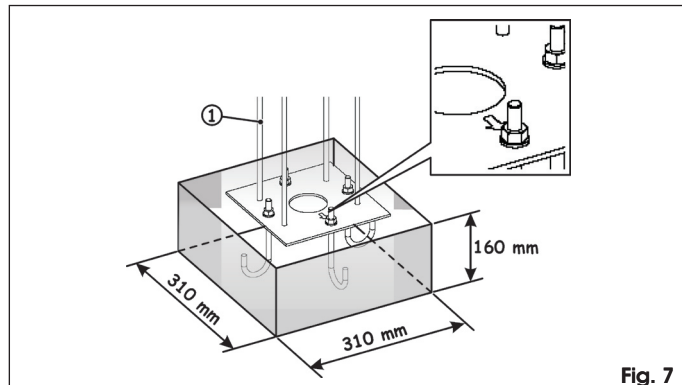

Fig. 7
2. Eseguire un plinto di fondazione come da Fig. 7.
3. Avvitare i quattro tiranti, Fig. 7 rif. ①, in dotazione nei rispettivi fori, quelli con i dadi saldati.
4. Murare la piastra di fondazione, come in Fig. 7, prevedendo una o più guaine per il passaggio dei cavi.